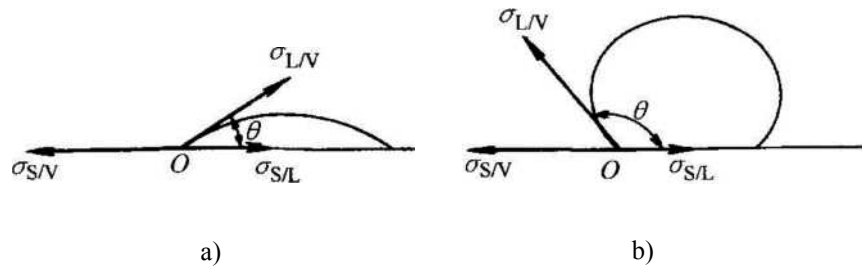

图 4-12 液滴在固体表面润湿(a)与不润湿(b)的情况
(1) 图 4-12 给出了液滴在固体表面润湿与不润湿的情况，接触角。为图中三相接触点 O 上液-固($\sigma_{s/L}$)和液-气($\sigma_{L/V}$)界面张力之间的夹角。
① 当 $\theta < 90^\circ$ 时，液滴对固体的粘着性很好，即润湿性(或浸润性)较好，润湿能力随角的减小而增加；
② 当 θ 趋于零时，液体几乎可以完全铺展在固体表面，称为液体对固体完全润湿；
③ 当 θ 角大于 90° 时，则称为不润湿，液相对固体的粘着性较差；
④ 当 $\theta = 180^\circ$ 时，液滴呈完整的球状，与表面为点接触，称其为完全不润湿。
(2) θ 角的大小则取决于固体表面张力 $\sigma_{S/V}$ 、液体表面张力 $\sigma_{L/V}$ 以及固-液之间的表面张力 $\sigma_{S/L}$ 的相对大小，如图 4-12 所示，接触点 O 受到这三个力的作用，当达到平衡状态时合力为零，良 L